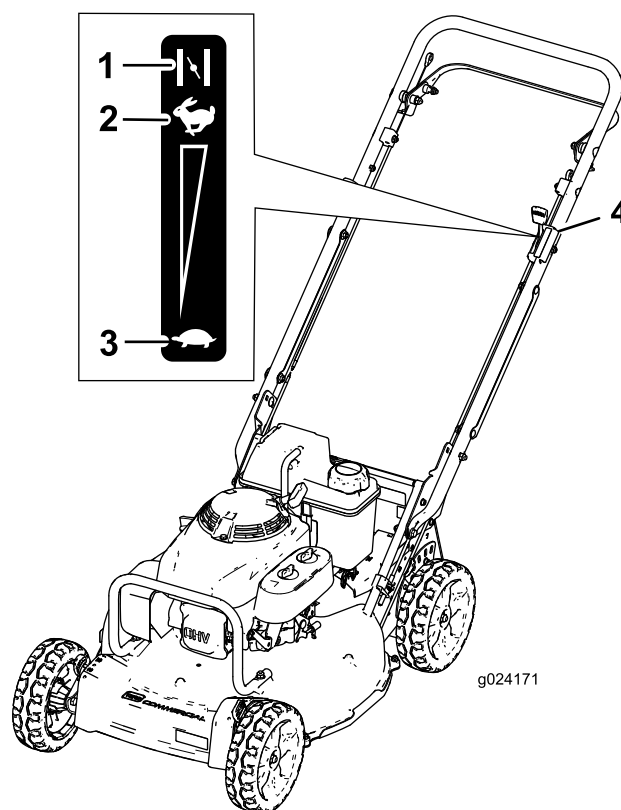

Figure 16
3. Réglez la commande d'accélérateur en position Starter (Figure 16).
6. Lorsque le moteur démarre, amenez la commande d'accélérateur en position haut régime (Figure 16).